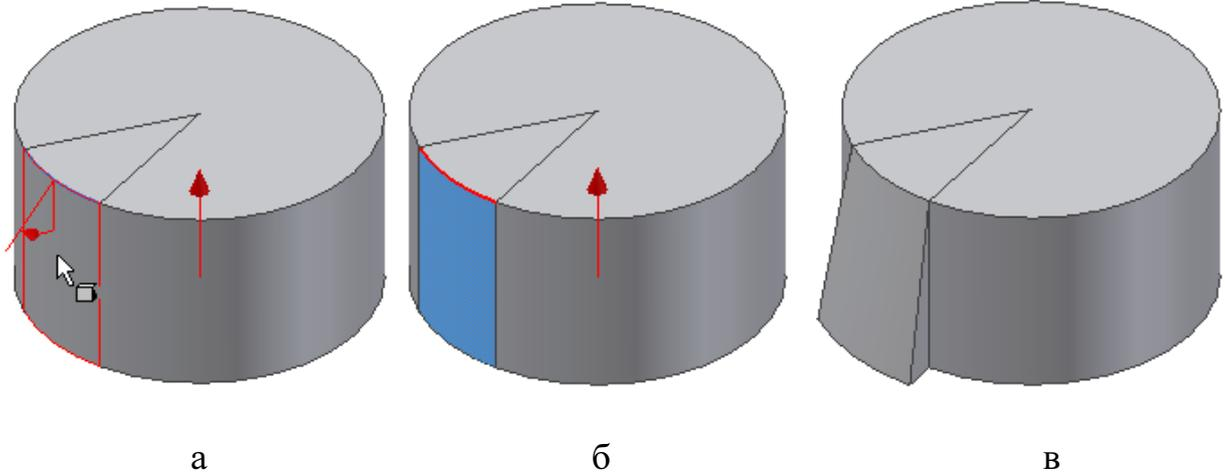

Рис. 86.
- укажите направление поворота, рис. 86, а - укажите грань, рис. 86, б - "10" (укажите угол поворота грани) - Ок (рисунок 13, в).